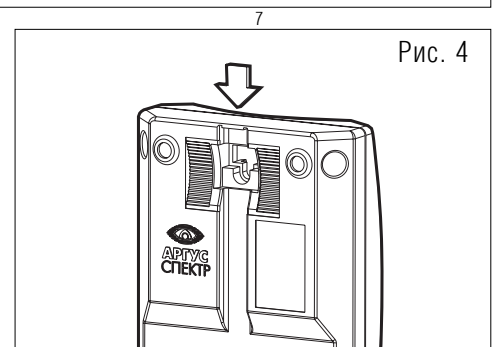

Рис. 4
- При необходимости вскрыть стенку (рис.4).